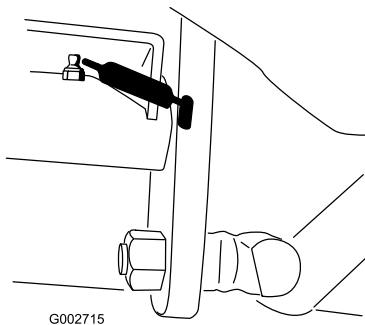

Рисунок 23
- Шарнир педали управления тягой (1 шт.) (Рисунок 23)